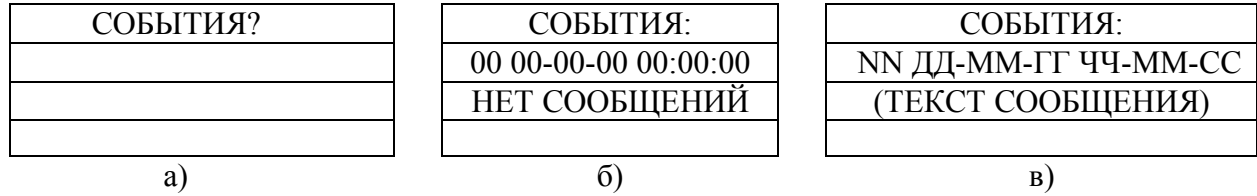

Рисунок 2.4 - Примеры экранов при работе в меню "СОБЫТИЯ ?"
Аварийная и технологическая информация, представленная сообщениями в формате [№№_ДАТА_ВРЕМЯ_текст сообщения], просматривается и квитируется после выбора пункта меню "СОБЫТИЯ?" (рисунок 2.4а). Во второй строке индикатора отображается:
- №№ - порядковый номер неквитированного сообщения, на текущий момент времени (рисунок 2.4в);
При индикации на ЖКИ типа КЗ можно включить режим отображения значения активной составляющей сопротивления петли КЗ, кратковременно нажав клавишу [Масштаб] (рисунок 2.4г). Для выбора режима с отображением значения реактивной составляющей сопротивления петли КЗ необходимо еще раз кратковременно нажать клавишу [Масштаб] (рисунок 2.4д).